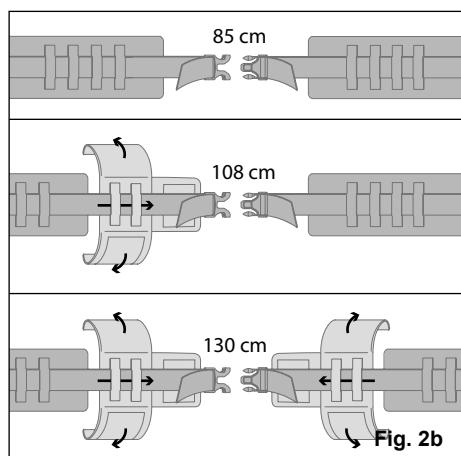

Fig. 2b
- Wanneer nodig, gebruik de verlengstukken voor de heupgordel (Fig. 2b).